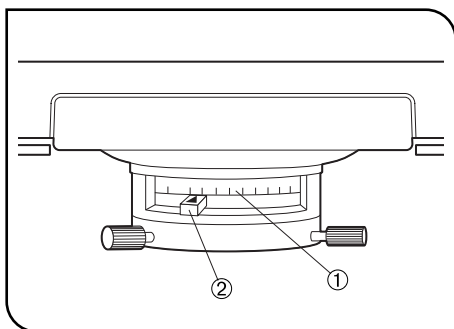

Fig. 23
2 Diaphragme d'ouverture (Fig. 23)
Lors de l'utilisation d'un objectif 100X, positionner la molette ② de commande du diaphragme d'ouverture sur la valeur 0,9 de l'échelle graduée. (Fig. 23)